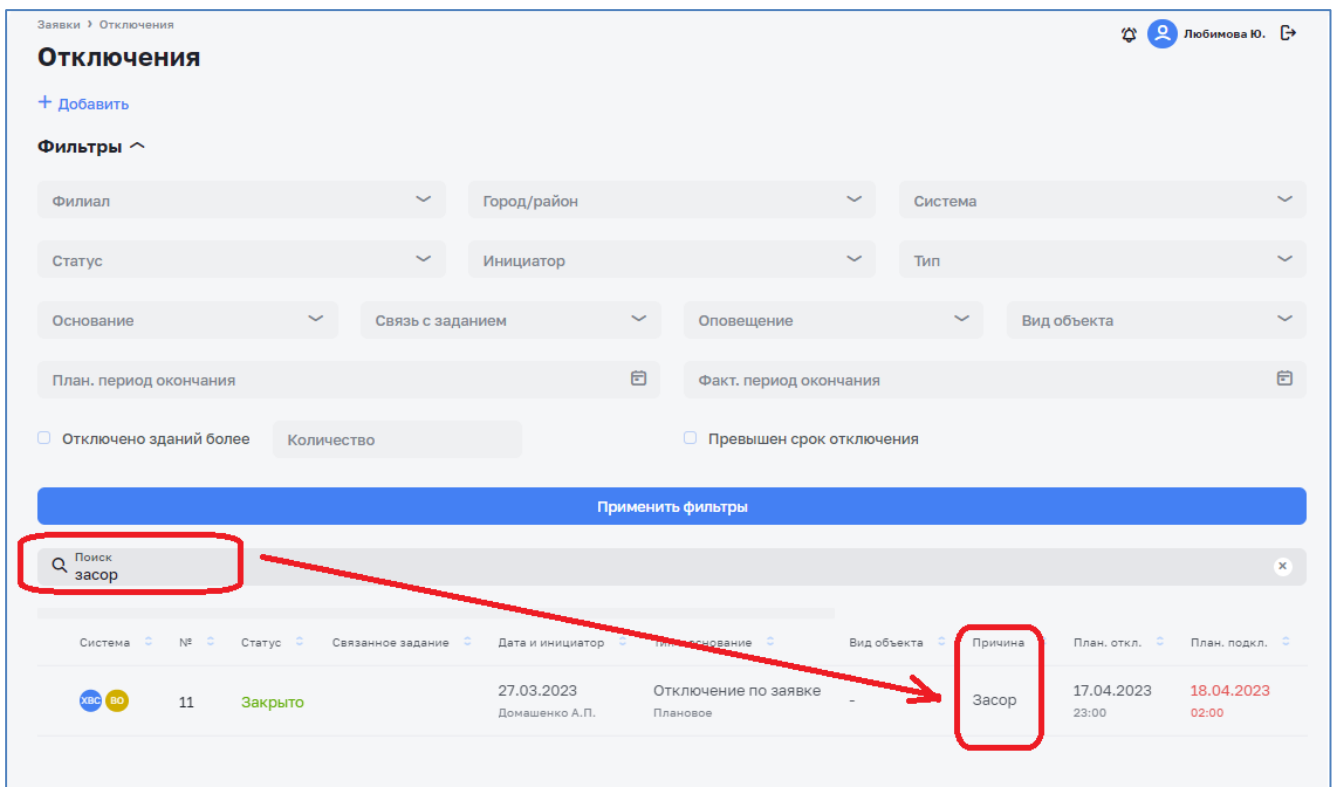

Рисунок 126 – Поиск отключений
- Строка для поиска отключений по всем значениям, например по причине (Рисунок 126).